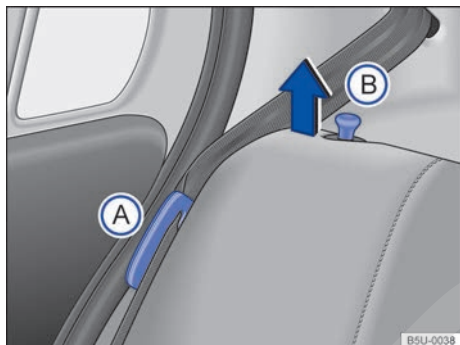
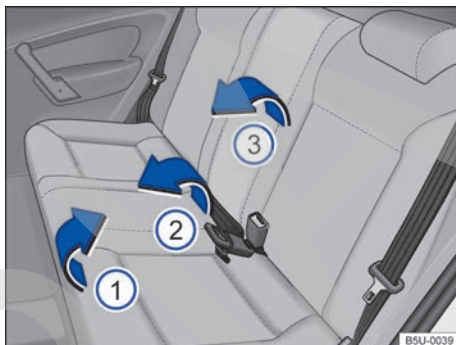

Fig. 78 Asiento trasero: posicionador de la banda del cinturón de seguridad (A) y pasador de desbloqueo del respaldo (B).
Fig. 79 Asiento trasero: inclinar el asiento trasero.
Las figuras ⇒ **fig. 78** y ⇒ **fig. 79** ilustran, a modo de ejemplo, el procedimiento para inclinar el asiento trasero del modelo Gol 4 puertas. El modelo Gol 2 puertas sigue el mismo concepto.
- Para vehículos que poseen cinturones de seguridad con enrollador automático, encajar las bandas de los cinturones en los respectivos alojamientos en el revestimiento lateral ⇒ **fig. 78 (A)**. Para los vehículos que poseen cinturones de seguridad sin enrollador automático, prestar atención para que la banda de los cinturones no quede presa entre el asiento y la lateral del vehículo.
- Tirar del asiento por la parte de adelante ⇒ **fig. 79 (1)** en el sentido de la flecha, hacia arriba.
- Levantar la parte trasera del asiento (2) y desplazar completamente hacia adelante, para que el asiento quede lo más cerca posible del piso y del respaldo del asiento delantero.
- Tirar de los pasadores de desbloqueo ⇒ **fig. 78 (B)** y, al mismo tiempo, rebatir parcialmente el respaldo del asiento ⇒ **fig. 79 (3)** y retirar los apoyacabezas ⇒ pág. 68. Bajar completamente el respaldo del asiento trasero.
- Encajar las bandas de los cinturones de seguridad en los respectivos posicionadores → fig. 78 **(A)**.
- Levantar los pasadores **(B)** y, al mismo tiempo, rebatir parcialmente el respaldo del asiento trasero → fig. 79 **(3)**.